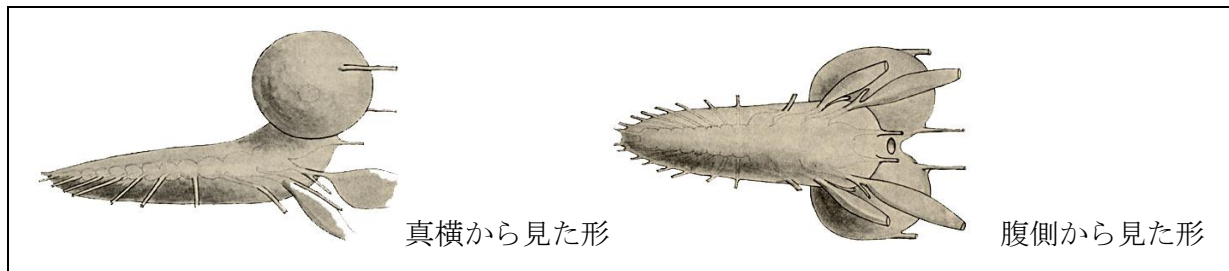

図 3. 脳中枢神経系の形態
7. 消化管（腹側に渦巻く大きな管）, 唾液腺などの各種分泌腺（口器の傍に根元がある長い袋状の器官）, 脂肪体（全身に広がる白濁した扁平な組織）などは不要で邪魔なので, ピンセットで取り除く. 必要な翅原基とその周辺組織は, 表皮に結合したままとする. この周辺組織とは, 成虫原基や気管（背側に 2本並ぶ銀色に光る太い管）, 脳中枢神経系（腹側表皮の裏側に付着, 図3）のことである。